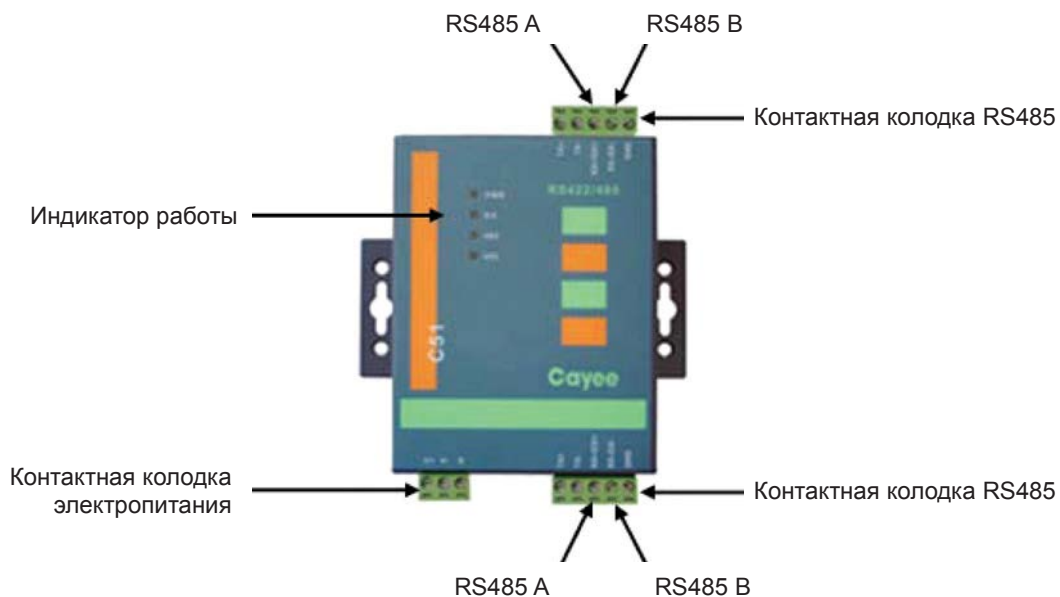

Рис. 7.31
7.5.11.9 Если длина межблочного сигнального кабеля более 800 м или количество блоков коммутации МЕ30-00/Е2 в линии более 30 шт., то необходимо устанавливать усилитель сигнала — ретранслятор С51 (рис. 7.31, 7.32).